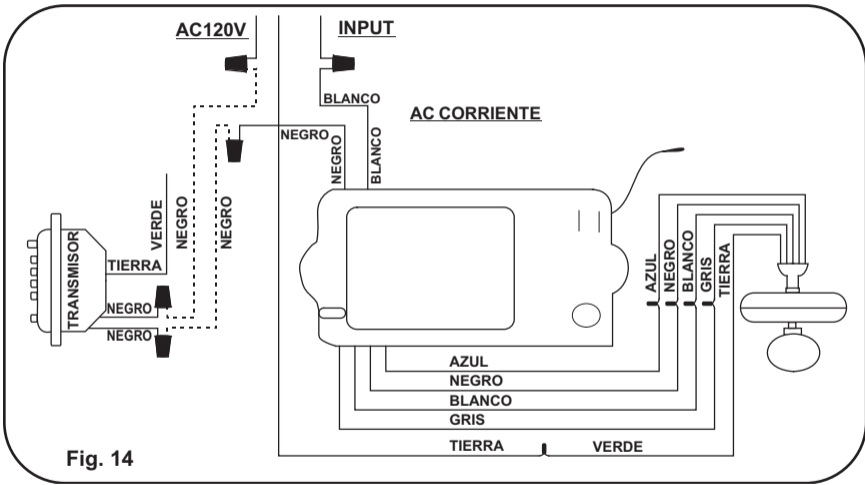

Fig. 14
Paso 2. Haga las conexiones eléctricas como se muestra en la Fig. 14. Si su caja de distribución tiene un alambre a tierra (verde o cobre) conéctelo al alambre del transmisor. Si su caja de distribución no tiene un alambre a tierra, entonces únicamente conecte el alambre a tierra del transmisor a un tornillo de la caja de distribución.